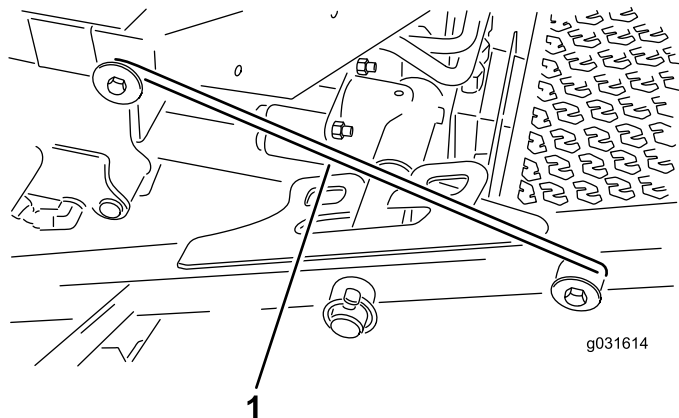

図 32
4. 前側キャリアフレームリテーナからラッチのロッドを外す 図 32。
5. 前刈り込みデッキの外側を持ち上げ、運転台前部のフレームについているピンにラッチを掛ける 図 32。